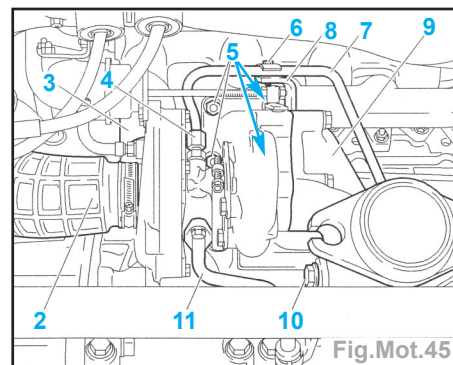

Fig.Mot.45
- Désaccoupler (Fig.Mot.45) :
- le conduit d'entrée d'air (2) du turbocompresseur,
- le raccord d'arrivée d'huile (4) à l'aide d'une clé à tuyauter (FACOM),
- le raccord de retour d'huile (11).